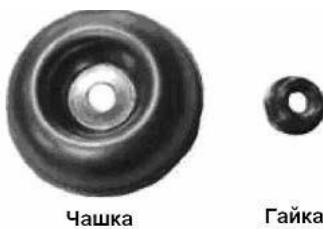

Рисунок 4
- зніміть чашку з валу, залишивши маточину (рисунок 4);